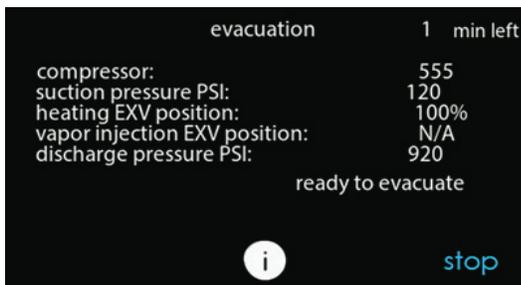

Fig. 24 – Écran d'état des capteurs
5. Dès que l'interface utilisateur indique que le détendeur électronique est ouvert, démarrez l'évacuation ou la récupération du frigorigène tel que requis par la procédure. La thermopompe peut être éteinte dès que l'unité extérieure indique « READY TO EVACUATE » (prêt à l'évacuation). Consultez la Fig. 24.